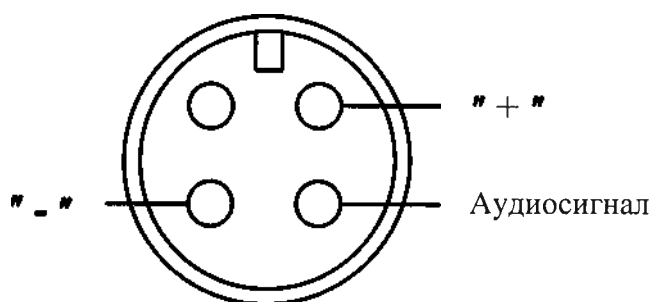

Рис. 3. Полярность подводимого напряжения
11.6 Максимально допустимое напряжение переменного и постоянного тока, которое может быть приложено к аудиовходу СА – 3 В.. Полярность подводимого напряжения, соответствует рис. 3.